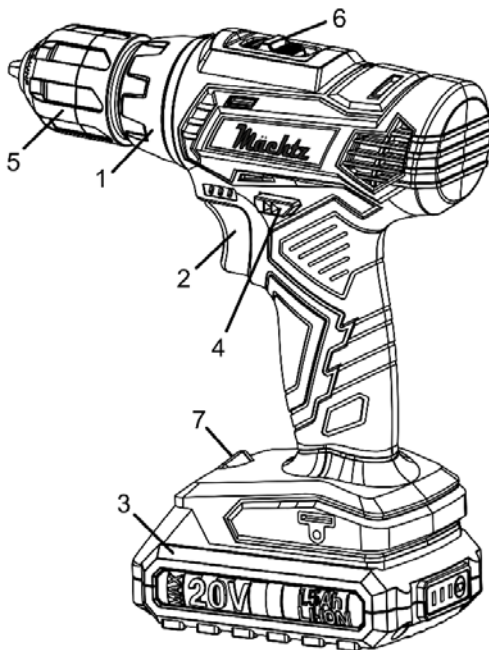
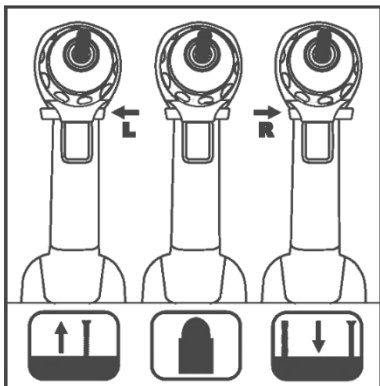
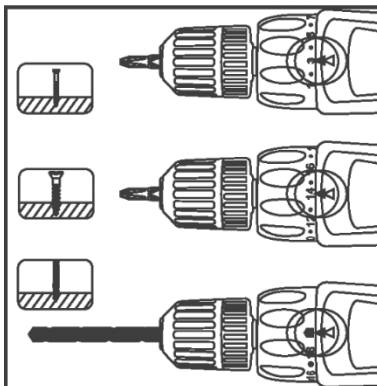

Рисунок 1
Рисунок 2
Рисунок 3
4.1.1 Встановіть біту викрутку необхідного розміру у швидкозатисний патрон (5, рисунок 1), використовуючи адаптер з комплекту постачання.
4.1.2 Встановіть перемикач швидкісного режиму (6, рисунок 1) в положення «I».
4.1.3 Встановіть перемикач напрямку обертання (4, рисунок 1) у необхідне положення натисканням на кнопку з позначкою відповідного символу з правого або лівого боку корпусу виробу в залежності від характеру виконуваної операції (дивіться рисунок 2).
4.1.4 Встановіть необхідний крутний момент за допомогою кільця регулятора моменту затягування (1, рисунок 1) (дивіться рисунок 3).
Ступінь крутного моменту позначений цифрами та точками на кільці регулятора моменту затягування (1, рисунок 1). Крутний момент, що відповідає положенню цифри «1», є найслабшим, а крутний момент, що відповідає положенню найбільшого числа, є найсильнішим.
4.2.1 Встановіть свердло необхідного діаметра у швидкозатискний патрон (5, рисунок 1).
4.2.2 Встановіть перемикач швидкісного режиму (6, рисунок 1) в положення «II».
4.2.3 Встановіть перемикач напрямку обертання (4, рисунок 1) у необхідне положення.
4.2.4 Повертаючи кільце регулятора моменту затягування (1, рисунок 1) поєднайте символ «свердло» з міткою на верхній частині корпусу шурупверта (дивіться рисунок 3).
4.3 Для ввімкнення виробу натисніть на пускову клавішу (2, рисунок 1). Для вимкнення виробу достатньо відпустити клавішу. Регулювання швидкості обертання шпинделя здійснюється ступенем натискання пускової клавіші.